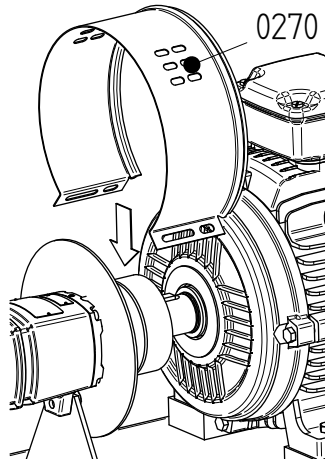

Abbildung8: Montage der Schutzhaube auf der Motorseite.
- 2 Die beiden Schutzhauben (0270) entfernen. Siehe Abbildung 8.